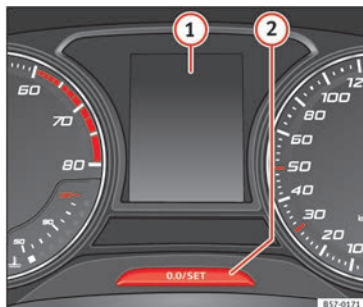

Fig. 48 Quadro strumenti
L'indicazione degli intervalli di Service appare sul display del quadro strumenti **» fig. 48 1**.
Mantenere premuto il tasto **[0.0/SET]** per più di 5 secondi per consultare il messaggio di Service **» fig. 48 ②**.
- Spegner il quadro, premere il tasto **[0.0/SET]** **» fig. 48 ②** e tenerlo premuto.